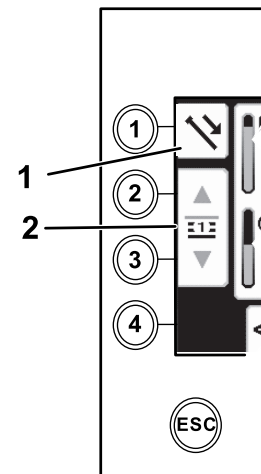

Figure 25
1. Appuyez sur le bouton 1 pour sélectionner l'option poussée de tige (Figure 25).
2. Appuyez sur les boutons 2 et 3 pour sélectionner la rangée où vous allez prendre la tige (Figure 25).